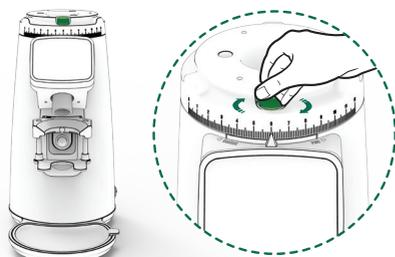

Fig. 3
12.3.3. Para evitar perder la posición de la escala del regulador con respecto al punto de molienda actual, es esencial apretar el freno regulador de molienda (7), girándolo en sentido horario (Fig. 3).